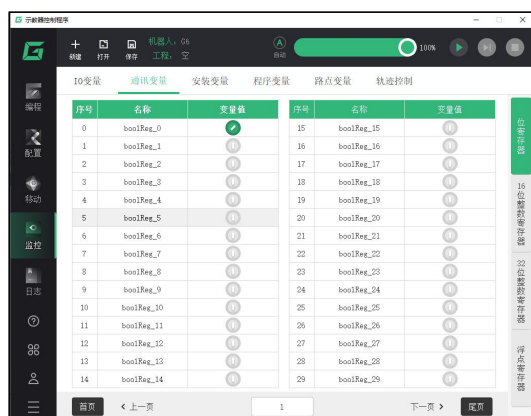
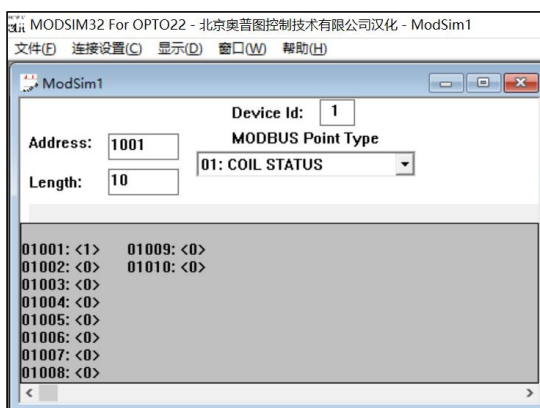

图 12 通讯变量位寄存器的值
图 13 Modsim 的值
- 7) 查看示教器监控中通讯变量位寄存器的值，确认机械臂收到的值和发送的值一致，如图 12、图 13 所示。